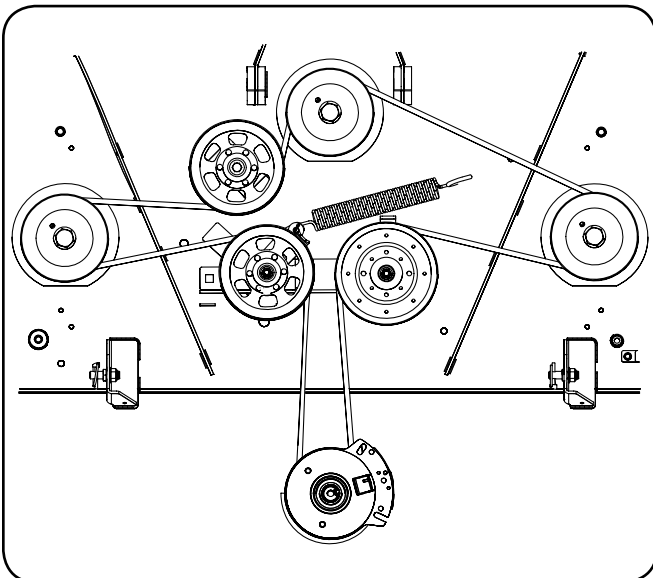

Figura 42
6. Coloque la correa alrededor de las poleas locas que extraí en el paso 3 con el lado en "V" orientado hacia adentro. Una vez que todo esté en su lugar, vuelva a colocar los elementos de ferretería y ajuste la tuerca de seguridad con brida para sujetar el conjunto. Vea la Figura 42.
7. Pase la correa como se indica en la Figura 42 y vuelva a instalar la plataforma (consulte Instalación de la plataforma).